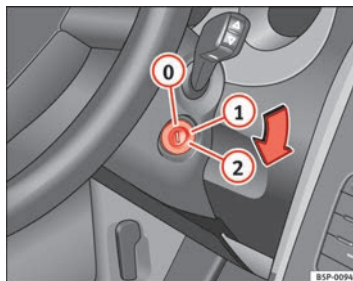

Fig. 137 Posiciones de la llave de contacto
En esta posición ⇒ fig. 137 el encendido y el motor están desconectados pudiéndose bloquear la dirección.
- Gire la llave de contacto hasta la posición ⇒ fig. 137 ①. El testigo  se encenderá en caso de precalentamiento del motor. ►
- En cuanto se apague el testigo, gire la llave de encendido a la posición ② para poner en marcha el motor y no pise el acelerador.
- Gire la llave de contacto a la posición ⇒ fig. 137 ⑩.